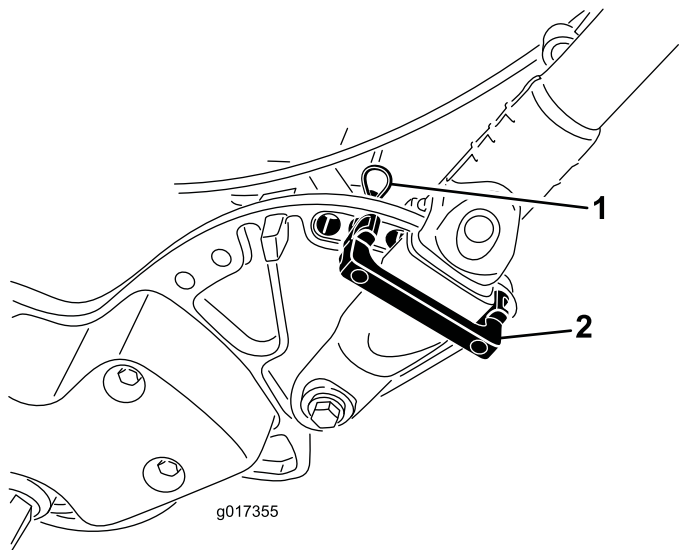

Bild 30
1. Nehmen Sie an jeder Seite des Mähers die Splinte aus den Holmbefestigungen (**Bild 30**).
2. Stützen Sie den Holm ab. Nehmen Sie die Splinte an jeder Seite ab. Drehen Sie den Holm in die gewünschte Einsatzposition (**Bild 30**).